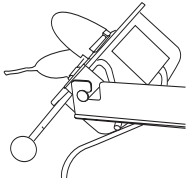

Fig. 5
- Collegare la spina di rete (7) con una presa adeguata.
- Posizionare entrambi gli interruttori di accensione/spegnimento I/O (1,2) su I. Il recipiente comincia a riscaldarsi e ruota. Dopo 3 - 5 minuti regolare l'interruttore Popcorn I/O (2) su 0. Il recipiente si ferma e la luce resta accesa.
- Riempire il cucchiaino misurino (12) con olio vegetale e versarlo nel recipiente per arrostito. E' possibile anche utilizzare burro con la stessa quantità.
- Riempire il misurino (13) con chicchi di mais e versarli nel recipiente.
- Utilizzando una presina girare il recipiente per arrostito e rimuoverlo (Fig. 5).